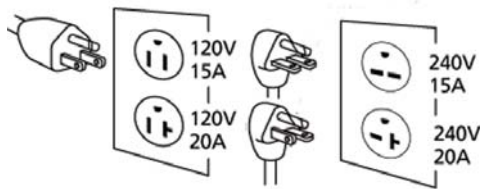

Figure 3
1. Ce produit est pour une utilisation sur un circuit nominal de 120 v. Il doit être mis à la terre. Dans le cas d'un court-circuit électrique, la terre réduit le risque de choc électrique en fournissant un fil de fuite pour le courant électrique. L'unité est équipée d'un cordon qui a une broche de terre. Il pourra être installé l'un des types de sortie communs présentés dans la figure 3. Si la fiche ne rentre pas dans la prise voulue, avoir la fiche ou la prise remplacé par un électricien qualifié.